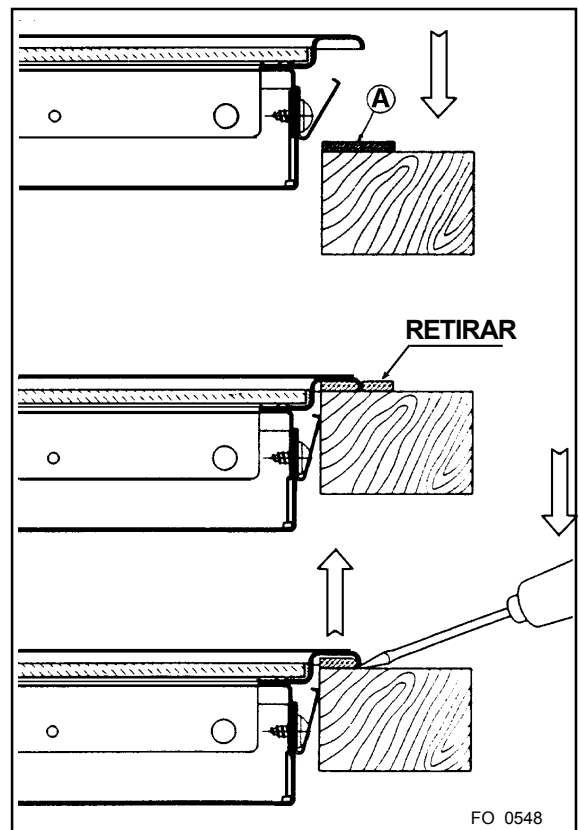

Fig. 4
1. Antes de montar a placa no corte respectivo na parte superior do móvel, posicionar a guarnição de vedação (**Fig.4-"A"**) que é fornecida sobre os rebordos do corte, tendo cuidado para que os extremos se unam sem se encaixarem.
3. Para retirar a placa do corte, usar uma chave de fendas e levantar a borda da placa (Fig.4).